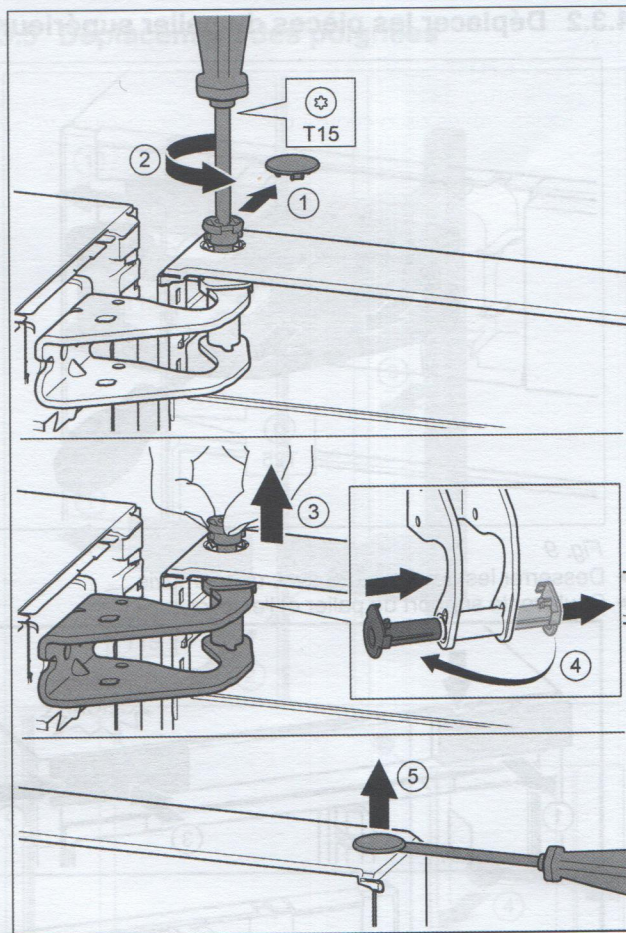

Fig. 8
- Enlever délicatement le cache de sécurité. Fig. 8 (1)
- Dévisser légèrement le boulon avec un tournevis T15. Fig. 8 (2)
- Tenir fermement la porte et sortir le boulon avec les doigts. Fig. 8 (3)
- Tirer la douille de palier en dehors du guide. La mettre de l'autre côté et l'enclencher. Fig. 8 (4)